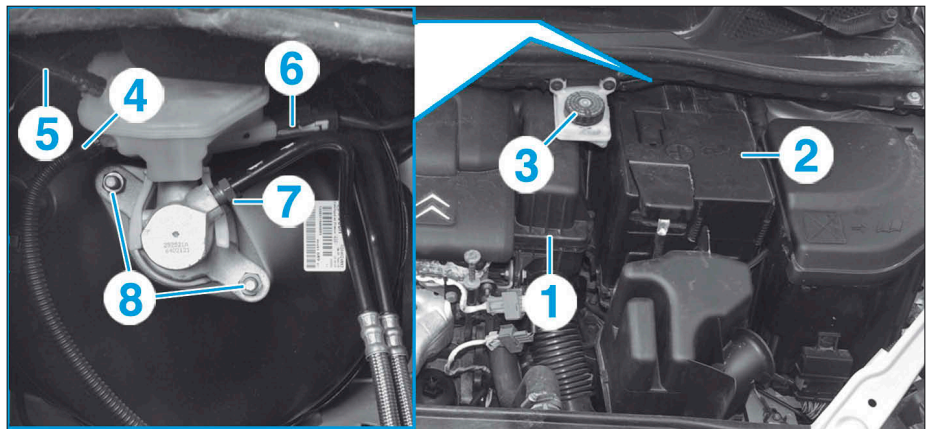

FIG. 11
- Déposer (Fig.11) :
- l'ensemble boîtier de filtre à air (1),
- la batterie (2),
- Ouvrir le réservoir de compensation supérieur (3) et aspirer, à l'aide d'une seringue, le liquide de frein.
- la canalisation (4) d'alimentation de l'émetteur d'embrayage et récupérer le liquide de frein contenu dans le réservoir inférieur,
- la canalisation (5) entre les deux réservoirs,
- le connecteur (6) de l'indicateur de niveau,
- les raccords (7).
- Déposer les écrous (8) et extraire le maître-cylindre.